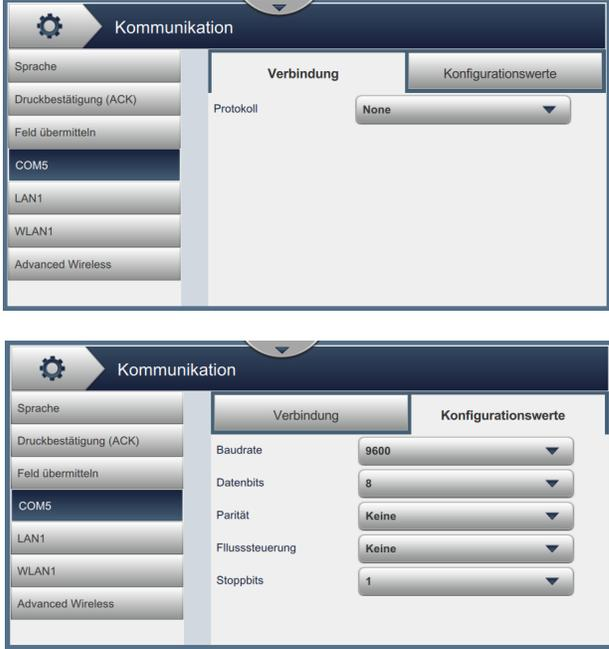

Abbildung 6-16: Bildschirm „Kommunikation“.
1. Berühren Sie die Schaltfläche  auf dem Bildschirm „Tools“ („Werkzeuge“). Der Bildschirm „Kommunikation“ entspricht der Darstellung in Abbildung 6-16.